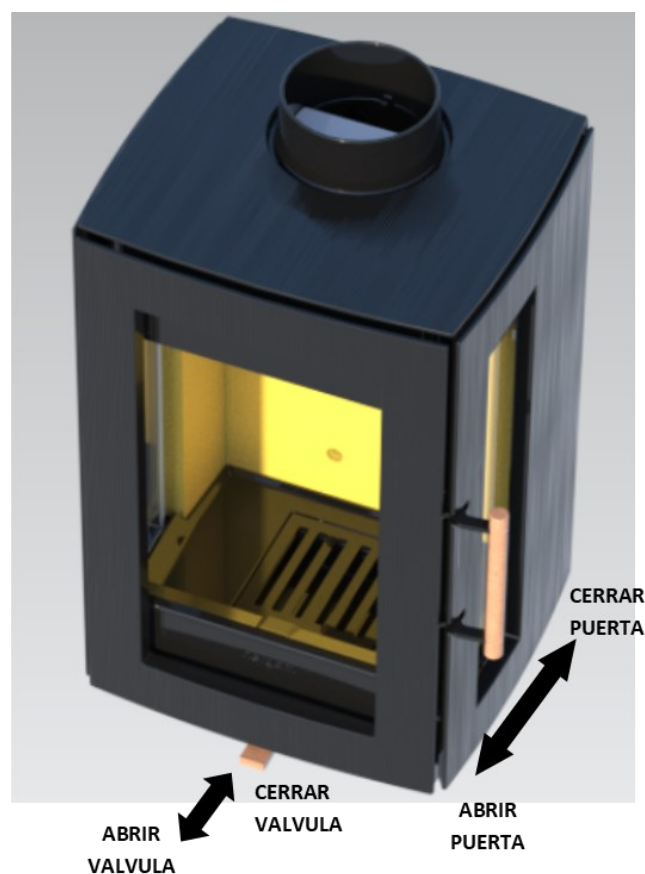

FIG. 3
La posizione intermedia è generalmente la più adatta, ma può variare a seconda della qualità e tiraggio della canna fumaria installata e del tipo di combustibile utilizzato (legni duri o teneri) (Fig. 3).
1. Aprire completamente la valvola di regolazione di aria (Fig. 3)